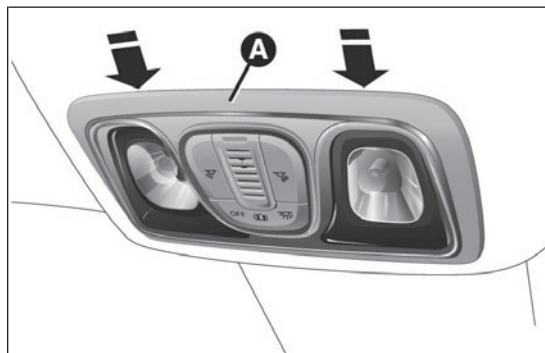

fig. 191
- ☐ extraer el plafón A fig. 191 interviniendo en los puntos indicados por las flechas;
- ☐ fijar el plafón A fig. 191 en su alojamiento asegurándose de que se bloquee correctamente.